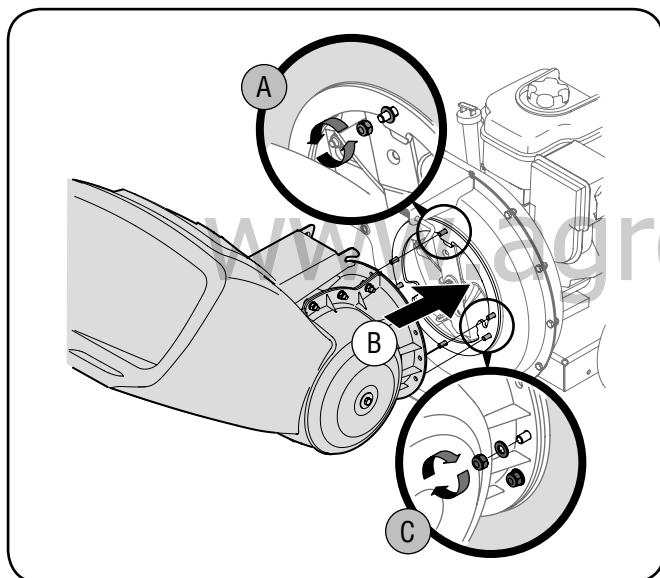

Рис. 3-1
1. Отверните 6 шестигранных гаек и шайбы с приваренных шпилек на кожухе крыльчатки. См. рис. 3-1А.
2. Расположите узел воронки напротив корпуса крыльчатки и выровняйте отверстия в манжете со шпильками. См. рис. 3-1В.
3. Наденьте узел воронки на шпильки и установите шайбы и шестигранные гайки. См. рис. 3-1С. Не затягивайте с окончательным усилием.